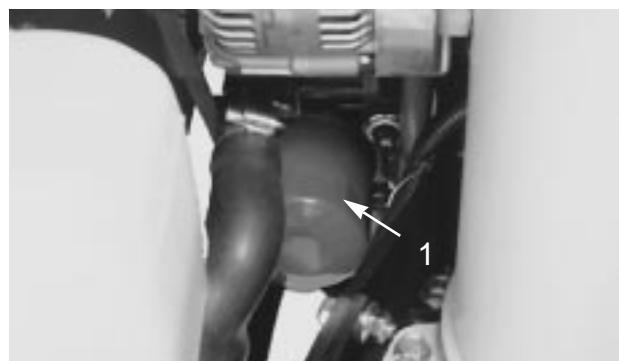

図 43
2. オイルフィルタ(図43)を外し、新しいフィルタのガスケットに薄くエンジン・オイルを塗って取り付ける。締めすぎ厳禁。